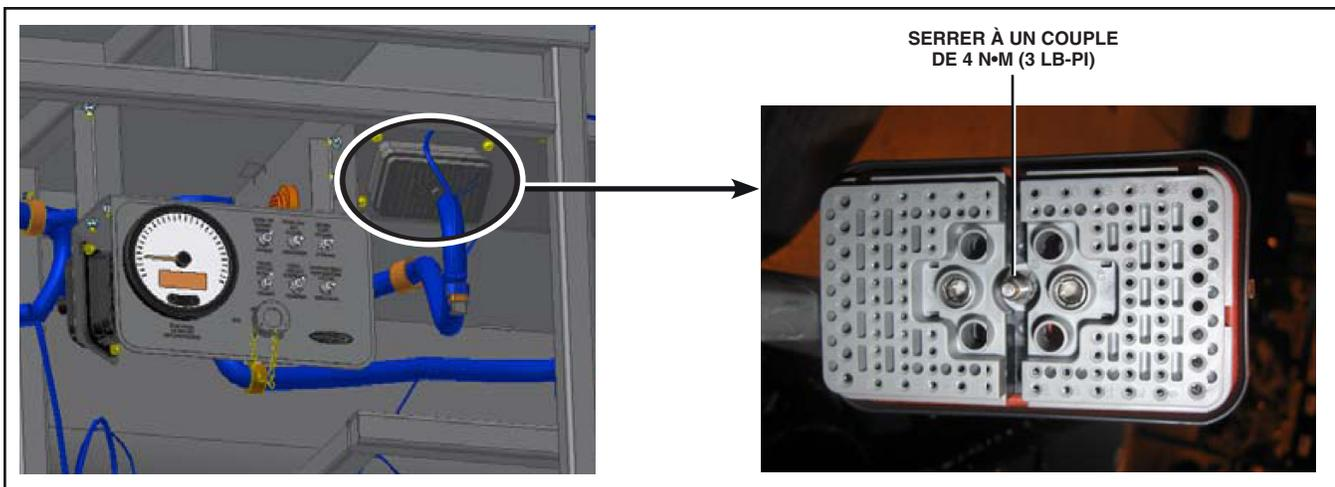

Figure 1 - Connecteur du harnais électrique du panneau électrique arrière
- **Connecteur du harnais du panneau électrique arrière (IB Box) dans le compartiment moteur. La vis de fixation de ce connecteur doit être serrée au couple indiqué en Figure 1.**